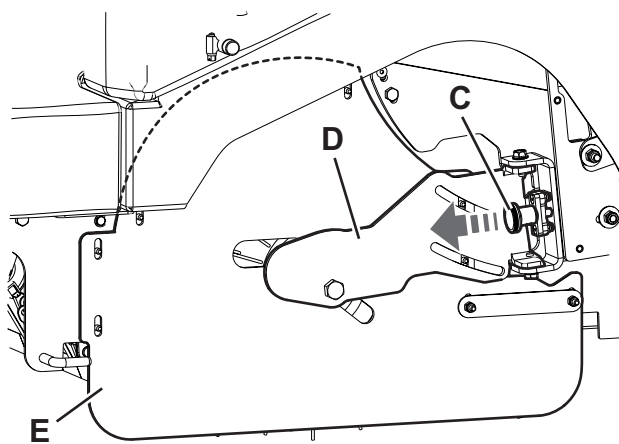
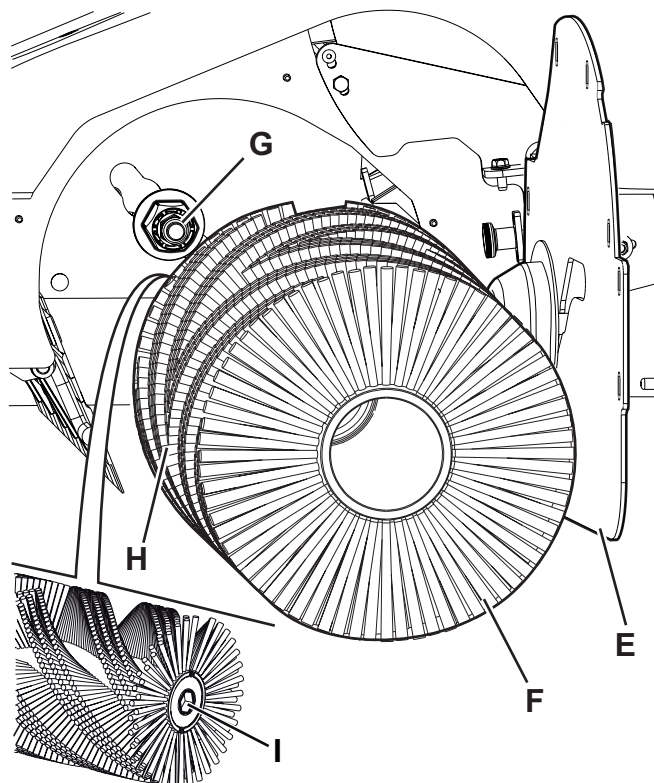

Рис. 11
Рис. 12
5. Потяните за кнопку (С, Рис. 11) в направлении стрелки, для раскрепления фиксаторов (D).
6. Поверните и раскрепите фиксаторы (D) вместе с левой боковой юбкой (Е).
7. Снимите основную щетку (F, Рис. 12).
8. Убедитесь, что на приводной ступице (G) нет грязи или случайно намотавшихся посторонних предметов (веревки, ткани и т.д.).
9. При установке новой главной щетки ее щетина должна быть расположена так, как указано на рисунке (H).
10. Установите новую основную щетку и убедитесь, что шестигранное отверстие (I) правильно село на соответствующую приводную ступицу (G).
11. Поверните и закрепите фиксатор (D, Рис. 11). При фиксации потяните за кнопку (С) до щелчка.